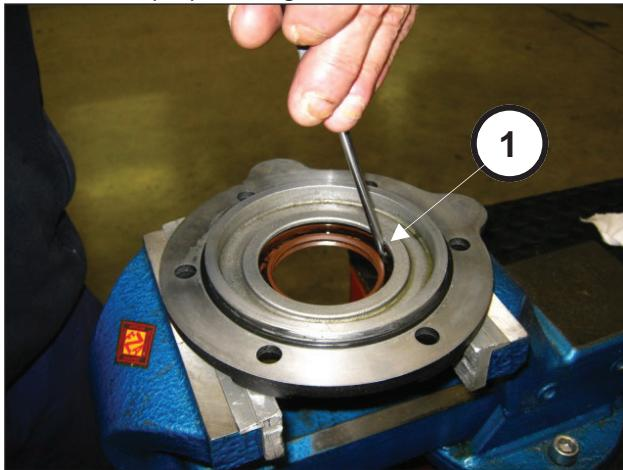

Fig. 9
Extraia as juntas do óleo da tampa do pinhão, agindo do lado interno da tampa (pos. ①, Fig. 9).